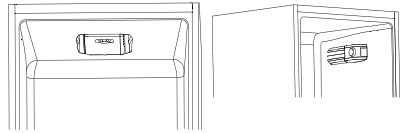

Fig.4
- El termostato para el control del aparato se encuentra dentro de la celda frigorífica (fig. 4). Gire la rueda del termostato sacándola de la posición "0". Cuando la puerta del frigorífico está abierta, la luz permanece encendida. Colocando la rueda en "0" se apaga completamente el producto.